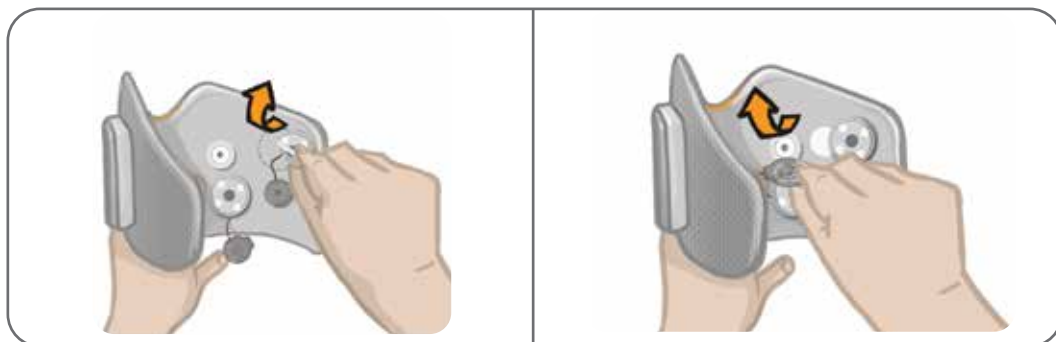

Bild 8-9: Fästa de nya elektrodbaserna (vänster)
5. Fäst de nya elektrodbaserna där de föregående baserna satt. Se bild 8-9.
6. Anslut elektrodbasernas klickfästen till kontakthålen. Se bild 8-9.